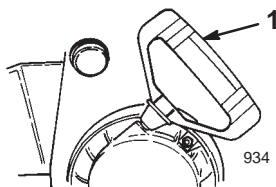

Figure 17
- **Lanceur** (Fig. 17)—Le lanceur se trouve à l'arrière du moteur. Tirez sur le lanceur pour mettre le moteur en marche.
8. Prenez la poignée du lanceur (Fig. 17) et tirez-la lentement jusqu'à ce que vous sentiez une résistance, puis tirez vigoureusement pour lancer le moteur.